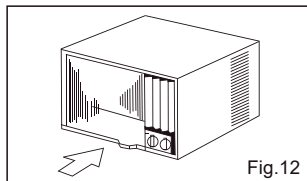

Fig.12
- 6) Deslice cuidadosamente la unidad nuevamente dentro del gabinete. (Fig.12)